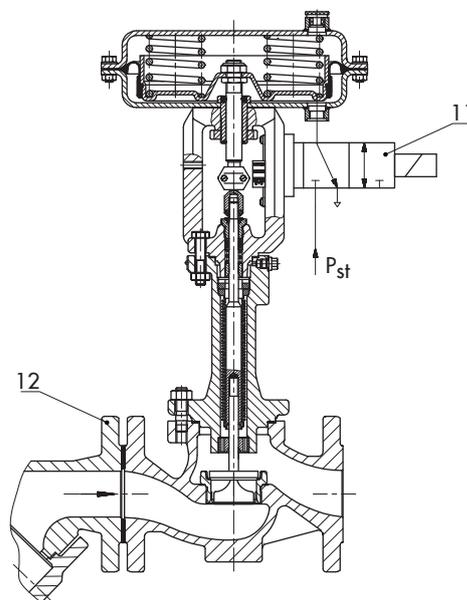
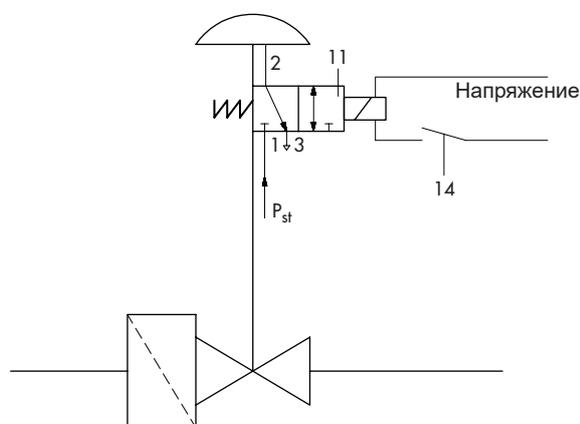
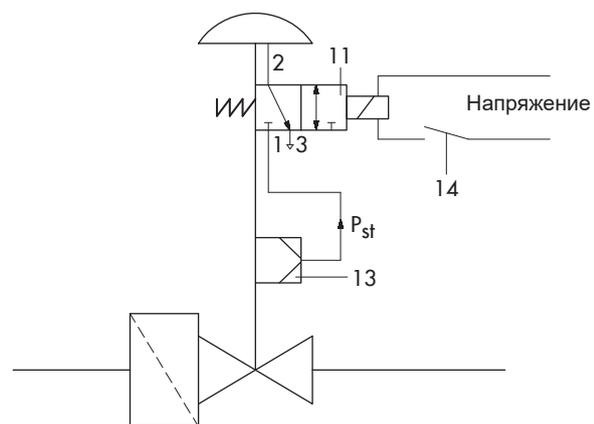

Рис. 2: Автоматический запорный клапан Тип 3241-1-газ
Рис. 3: Функциональная схема исполнения без позиционера
Рис. 4: Функциональная схема исполнения с позиционером
Управляющее давление p_{st} подаётся на пилотный клапан (11), катушка которого подключена к контуру системы обеспечения защиты (переключатель 14, Рис. 3 и Рис. 4). Во время работы катушка находится под напряжением, и управляющее давление p_{st} действует на мембрану. В случае неисправности срабатывает пилотный клапан, и давление, действующее на мембрану, сбрасывается, в результате чего регулирующий клапан быстро закрывается.
Условные обозначения для Рис. 2 - Рис. 4